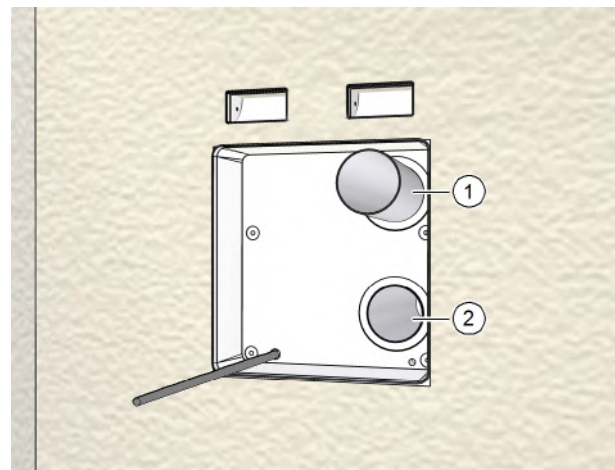

Abb. 29: Lüftungsrohre ablängen
- ▶ Schieben Sie beide Lüftungsrohre (Pos. 1 in Abb. 29) soweit in die Öffnungen des Mauerkastens ein, dass sie bündig abschließen (Pos. 2 in Abb. 29).